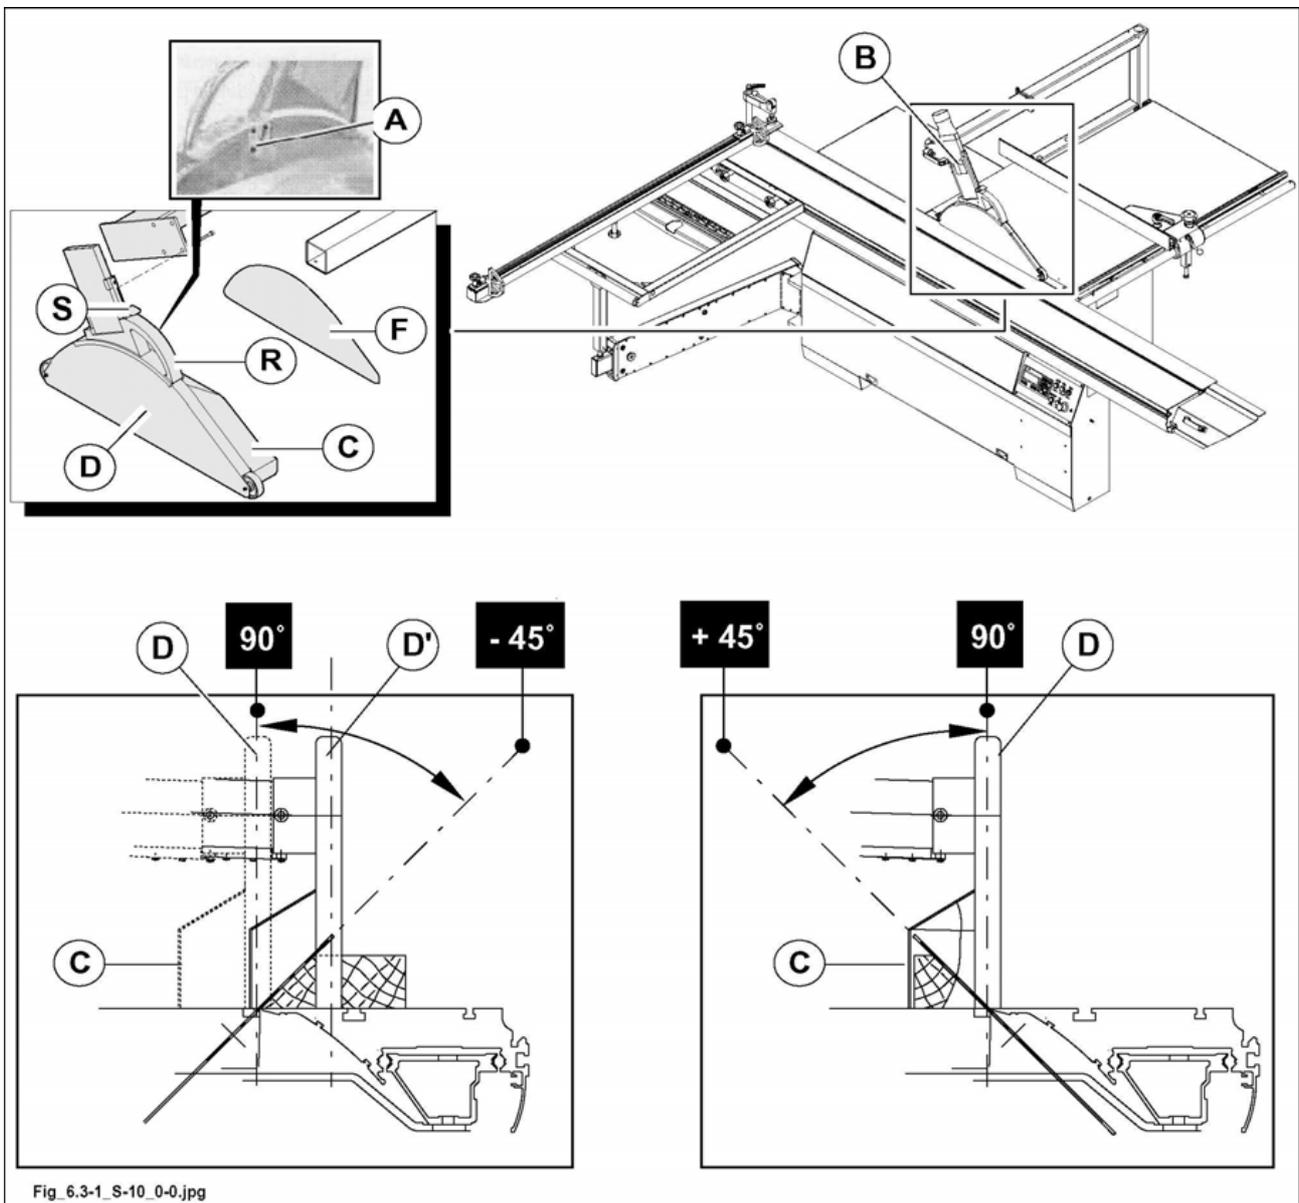

Abb. 6.3-1
- Hängeschutzvorrichtung (D Abb. 6.3-1) heben.
- Hängeschutzvorrichtung (D Abb. 6.3-1) in einer Höhe 4-5 mm zum Werkstück anordnen.
Die Vorrichtung wird mit zwei Schutzabdeckungen (F Abb. 6.3-1) und (C Abb. 6.3-1) geliefert, eine für die Schnitte mit der 90°-Säge und eine für Schnitte mit der geneigten Säge.
wenn mit der 90°-Säge gearbeitet wird, stets die Schutzabdeckung (F Abb. 6.3-1) verwenden.
Wenn mit der geneigten Säge gearbeitet werden muss, muss die Schutzabdeckung (C Abb. 6.3-1) installiert werden.
Für hinterseite (F Abb. 6.3-1) durch Seite (C Abb. 6.3-1) ersetzen:
- Schutzvorrichtung (D Abb. 6.3.1) völlig heben und Hinterseite (F Abb. 6.3.1) herausziehen.
- Die mitgelieferte breite Seite (C Abb. 6.3.1).
die Kappe mit dem Griff (R Abb. 6.3-1) und dem Hebel (S Abb. 6.3-1) je nach Holzdicke anhaben oder absenken.
wenn Sie geneigte Schnitte ausführen, immer darauf achten, dass sich die Schutzeinrichtung auf der korrekten Position befindet (D Abb. 6.3-1), wie auf dem Aufkleber abgebildet (B Abb. 6.3-1).
um geneigte Schnitte mit **POSITIVEM WINKEL** durchzuführen, innerhalb des Intervalls $90^\circ / +45^\circ$, muss sich die Schutzeinrichtung in der folgenden Position befinden (D Abb. 6.3-1) (siehe Par. 6.11).
um geneigte Schnitte mit **NEGATIVEM WINKEL** durchzuführen, innerhalb des Intervalls $90^\circ / -45^\circ$, muss man die Schutzeinrichtung (D Abb. 6.3-1) in die folgende Position verschieben (D' Abb. 6.3-1) (siehe Par. 6.11).
Am Ende der Aktion des geneigten Schnittes mit negativem Winkel, muss die Schutzeinrichtung wieder in folgende Position geführt werden (D fig. 6.3-1).